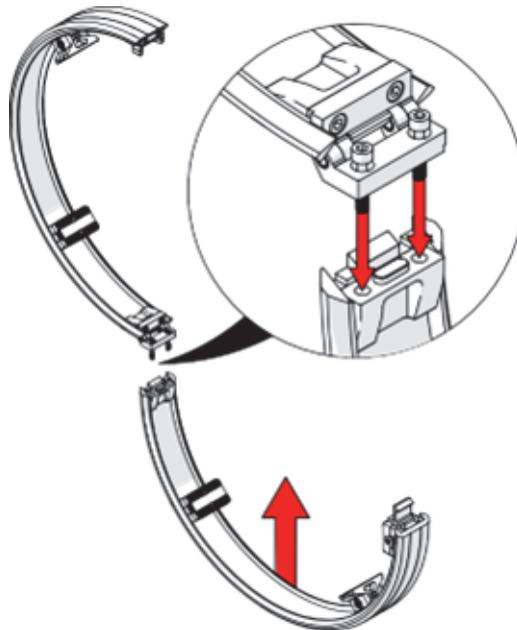

Figure 1-14 Assemblage des deux moitiés
1. Placez les deux parties de la bande ensemble au niveau de la charnière (Figure 1-14 à la page 37).